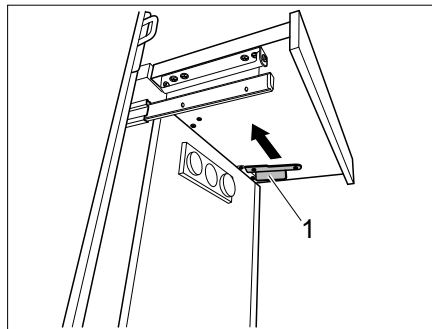

Bild 132 Verbreiterung sichern
- Verriegelung (Bild 132,1) nach vorne schieben. Die Verbreiterung ist gesichert.
- Verriegelung (Bild 132,1) lösen.